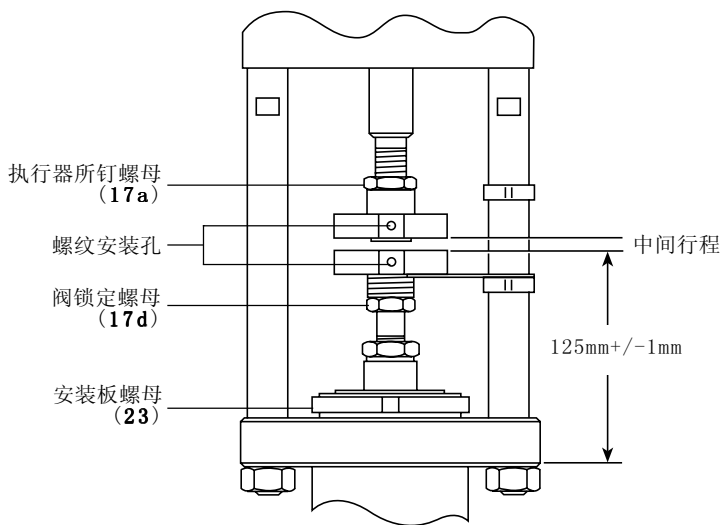

图 4
- 向上转动连接器上半锁定螺母（17a）和连接器上半（17b）部分，直至露出主轴底部。同时确保M6螺丝安装孔朝向阀的前面（见图4）。
- 将连接器下半部分（17c）旋在阀主轴上。调节连接器位置，使之高于执行器安装面125mm +/-1mm，并使M6的螺纹孔面向阀前方（图4）。